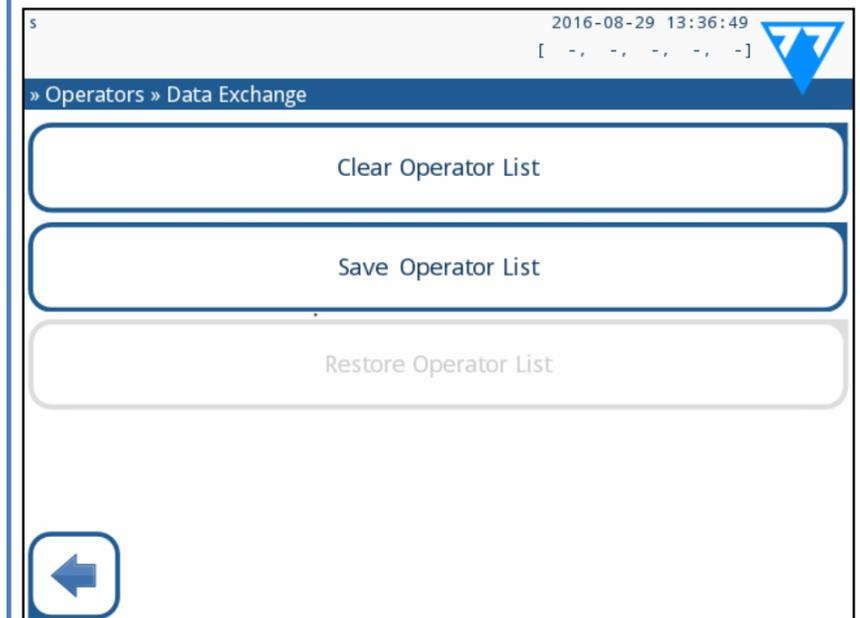

Figura 50: Il menu Scambio dati (Data Exchange)
**1** Selezionare un account operatore nell’elenco e accedere al menu “Impostazioni » Operatori » Diritti” (**Settings»Operators»Rights**) (➔ Figura 50).
Oltre ai diritti utente ad essi associati, gli account operatore possono essere ulteriormente personalizzati dagli utenti con account operatore di livello amministratore e supervisore nel menu “Impostazioni » Operatori » Diritti” (**Settings»Operators»Rights**) (➔ Figura 50).